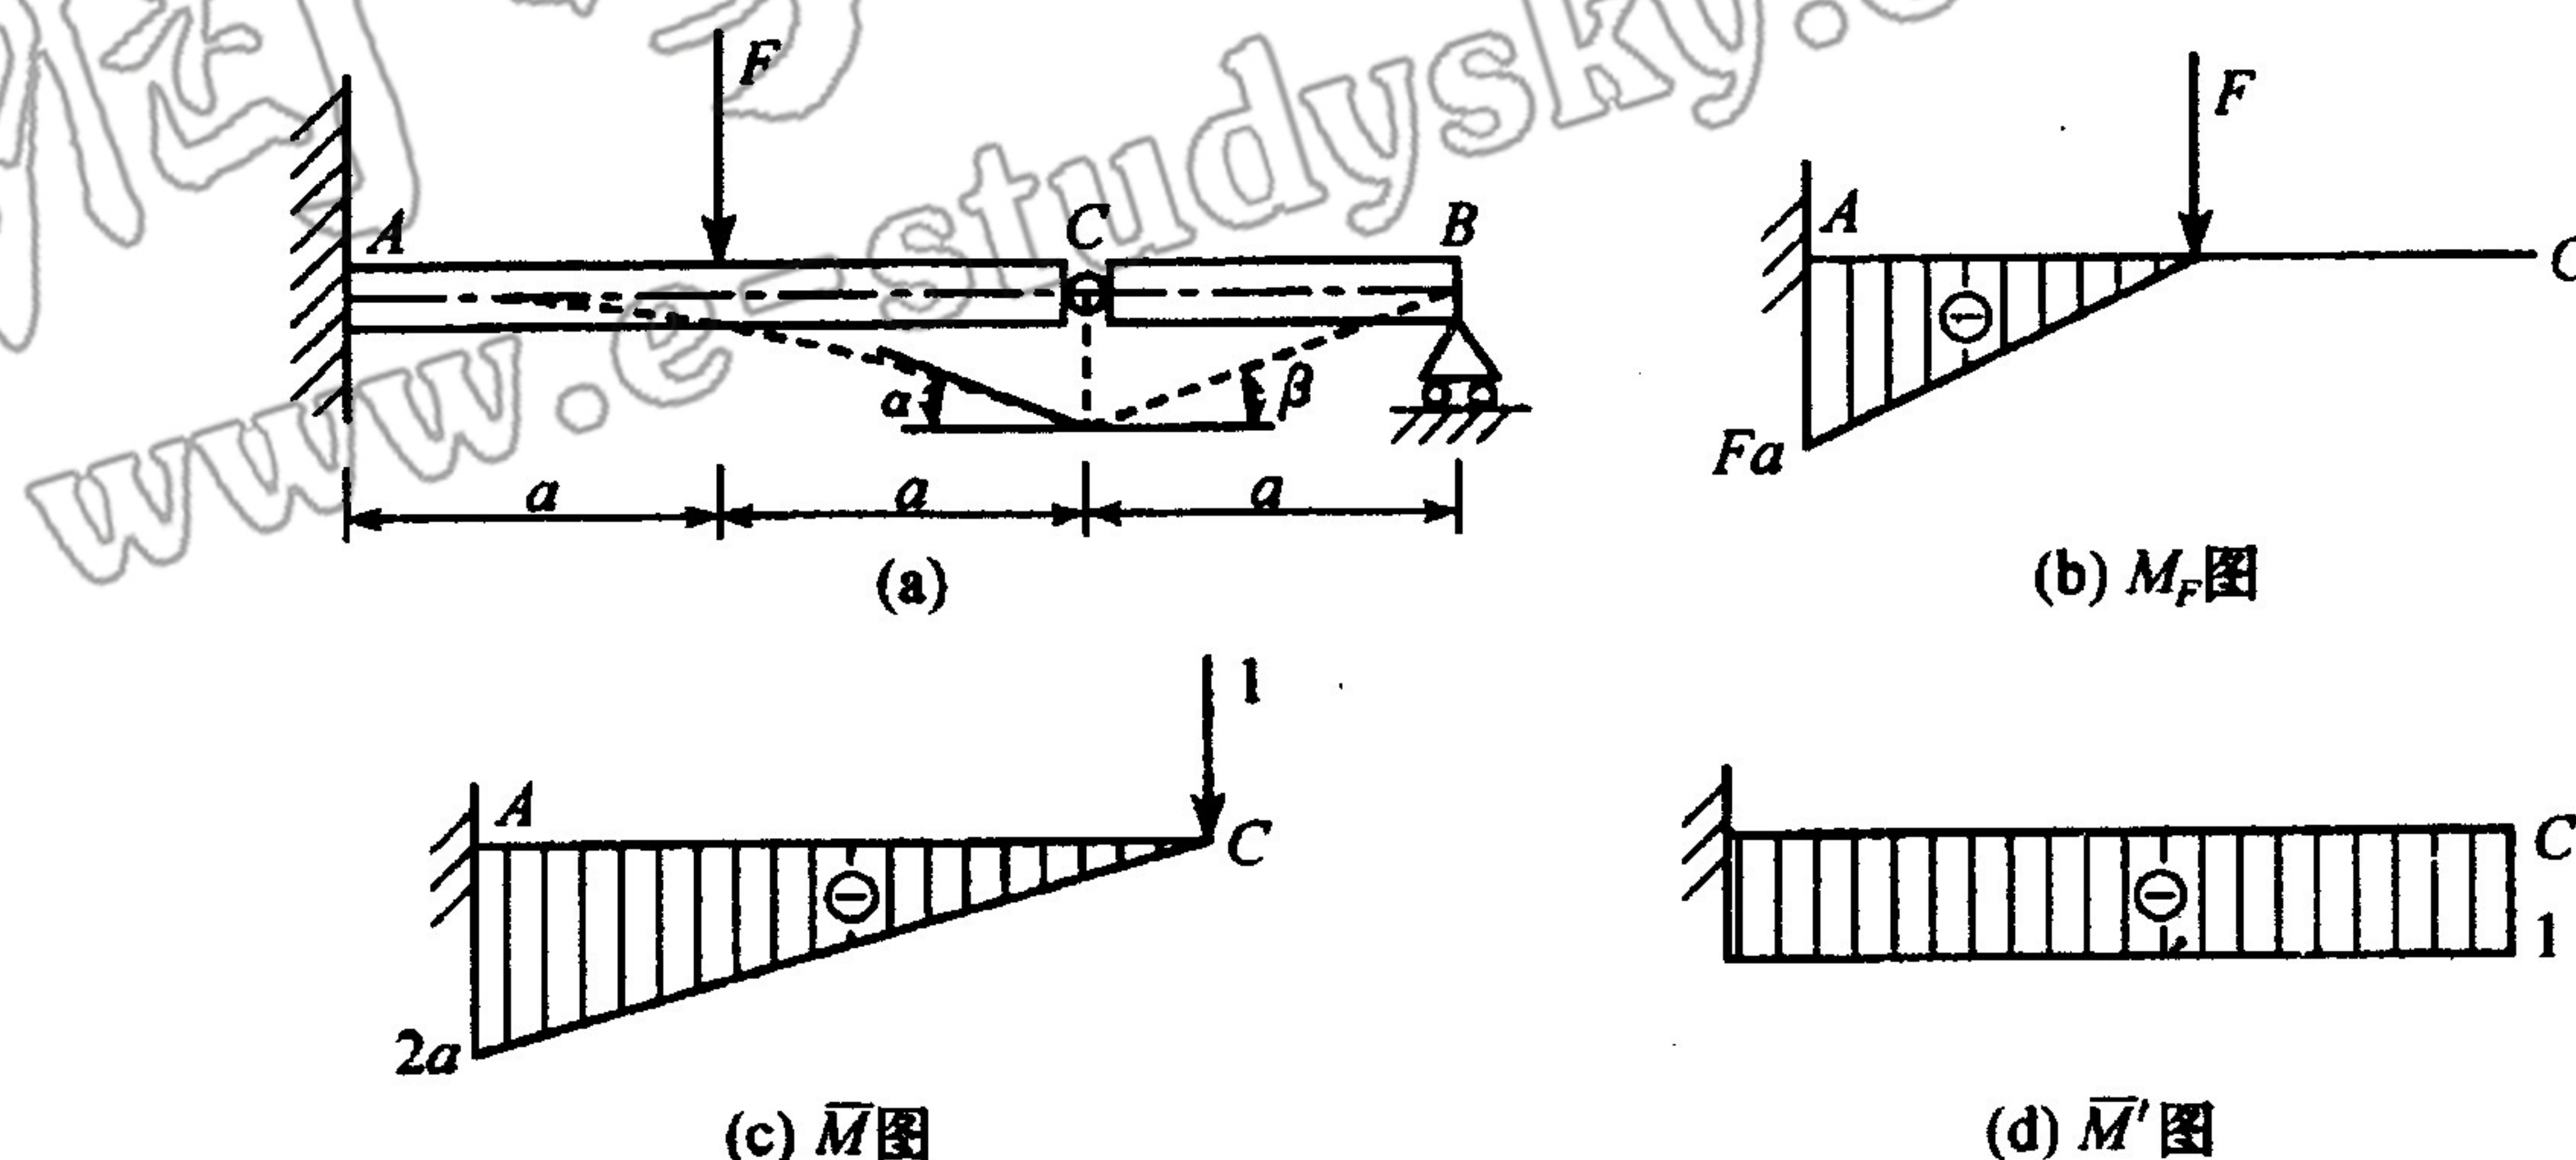

图 8.7
8.7 图 8.7(a)所示带中间铰 C 的梁，在 C 处允许梁转角不连续，试求铰 C 两边转角的大小。梁的抗弯刚度为 EI 。(15 分)